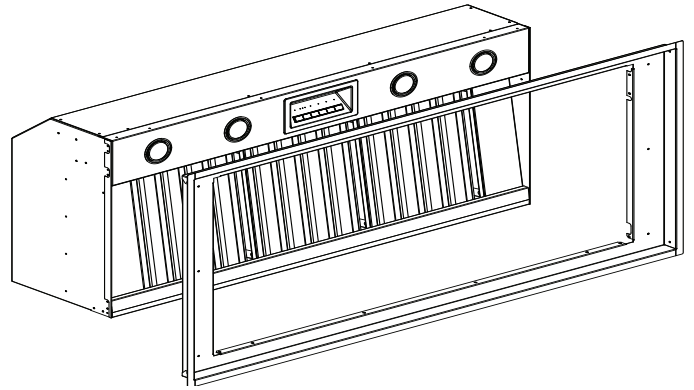

Figura 2: VCIN Liner Installation
1. Inserte el marco en la campana (Figura 2).